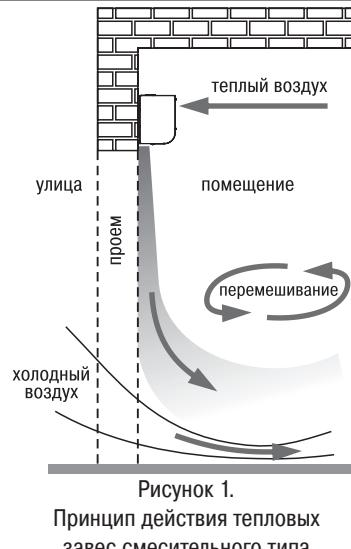
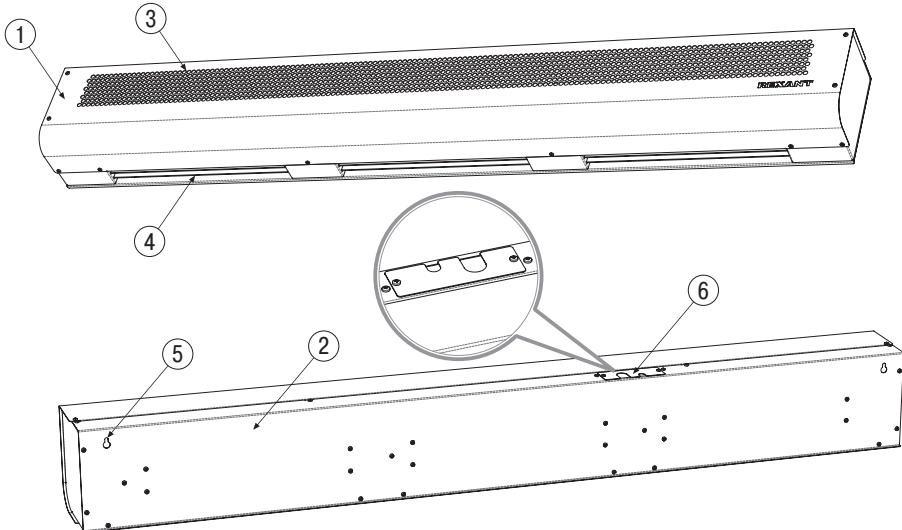
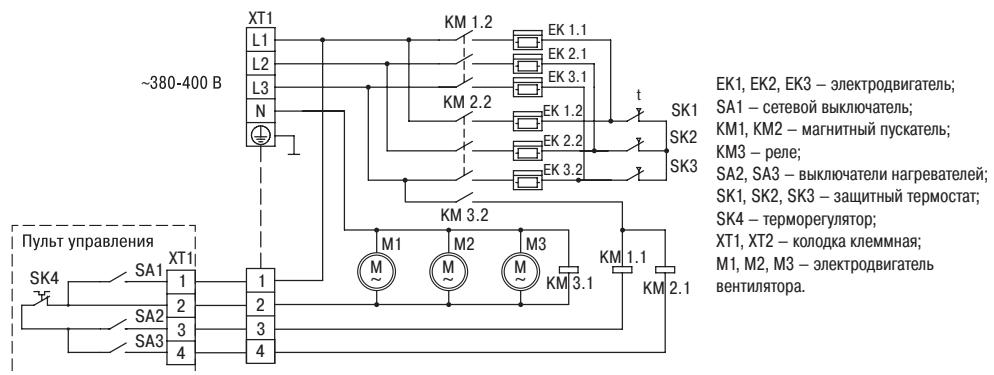

Рисунок 1.
Рисунок 2. Элементы конструкции тепловой завесы
Рисунок 4.
- Принцип действия прибора основан на защите смесительного типа: наружный холодный воздух смешивается с нагретыми струями завесы в пределах тамбура или вестибюля. Подробно принцип действия описан в разделе «Устройство и принцип работы» и на рис. 1.
- режим «Вентиляция» (0) – без включения нагревательных элементов;
- режимы вентиляции с подогревом потока воздуха: режим «ЭКО» (I) – неполная тепловая мощность завесы и режим «Стандарт» (II) – полная тепловая мощность. Ступенчатая регулировка мощности, а также включение режима «Вентиляция» осуществляются с помощью пульта управления (настенного термостата), идущего в комплекте поставки.
1. Завеса (см. рис. 2, 3) представляет собой металлический корпус, состоящий из передней панели (1) и задней панели (2), внутри которого на шасси расположен вентиляторный блок с игольчатым электронагревательным элементом (стич-элементом, на чертеже не показан). Внутри корпуса, в нижней его части, расположено сопло (4).
2. На задней поверхности корпуса расположены фигурные прорези (5) для монтажа на стену.
3. Схема электрических соединений и узлов прибора показана на рис. 4.
4. Принцип работы тепловой завесы смесительного типа показан на рис. 1. Вентиляторный блок, установленный внутри завесы, всасывает внутренний воздух помещения через воздухозаборные отверстия (3) (см. рис. 2) на передней стороне корпуса, нагревает его нагревательными элементами и выбрасывает нагретый воздух через сопло (4) в виде мощной узконаправленной струи. Нагретые струи завесы интенсивно смешиваются с поступающим холодным наружным воздухом, повышая температуру до требуемой.